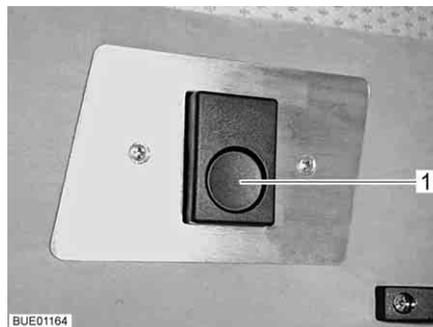

Fig. 74 Desbloqueo
- Presionar el botón de desbloqueo (Fig. 74,1). Se ha soltado el bloqueo.